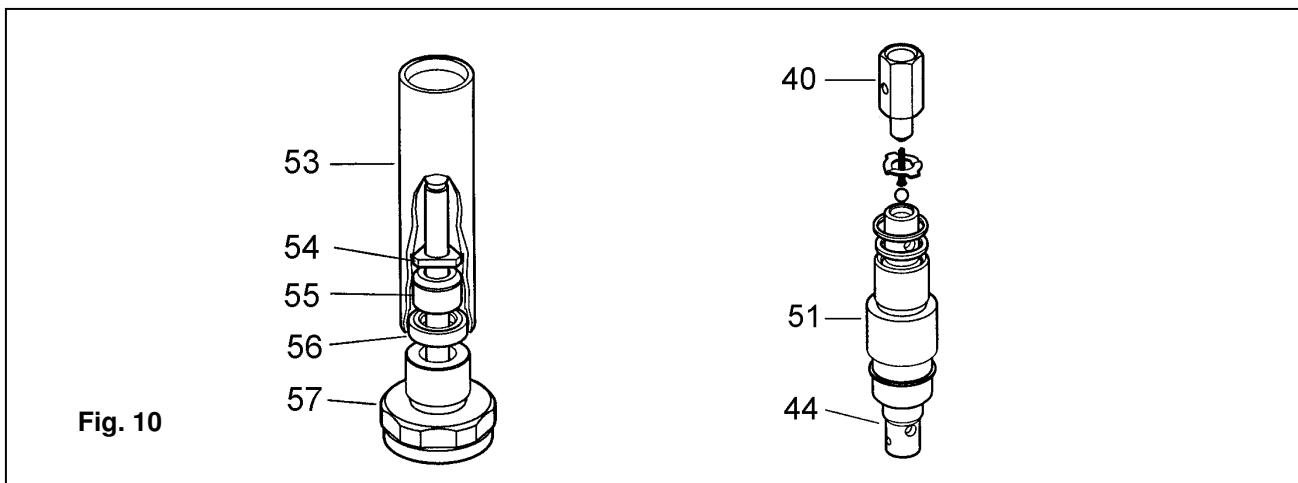

Fig. 10
2. Unscrew the foot valve tube (53) with the intake filter (57) from the high pressure cylinder (51). Attach the foot tube to the vice, unscrew the intake filter (57) and remove the foot valve seat (56), the foot valve assembly (55) and the valve washer (54) (Fig. 10).
3. Introduce a steel rod (\varnothing 4 mm recommended) through the lower grease passing hole in the high pressure piston (44) and unscrew it from the grease valve body (40).
2. Skruva bort bottenventilrören (53) med inloppsfilter (57) från högtrycksylindern (51). Sätt upp bottenventilrören i skruvstådet, skruva loss inloppsfilter (57) och montera ur sätet (56), ventilsatsen (55) och ventilbrickan (54) (Fig. 10).
3. För in en stålxaxel (\varnothing 4 mm rekommenderas) genom det undre hålet i högtrycksaxeln (44) och skruva loss den från ventilkroppen (40).